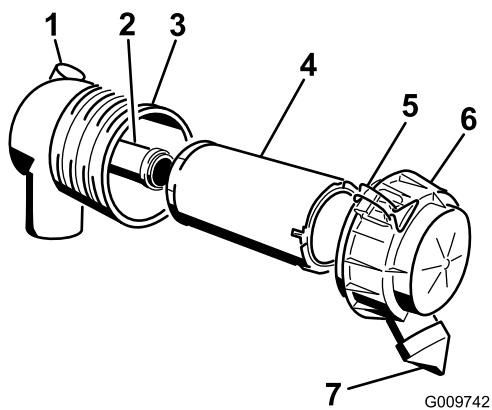

Figura 35
**Importante:** Realice el mantenimiento del filtro del limpiador de aire solo cuando el indicador de mantenimiento esté de color rojo (Figura 35). El cambiar el filtro antes de que sea necesario sólo aumenta la posibilidad de que entre suciedad en el motor al retirar el filtro.
4. Abra los cierres del limpiador de aire y tire de la tapa del limpiador de aire para separarla de la carcasa del limpiador de aire (Figura 35).
1. Extraiga con cuidado el filtro primario de la carcasa del limpiador de aire (Figura 35). Evite golpear el filtro contra el lado de la carcasa.
3. Introduzca con cuidado el filtro primario en el cuerpo del filtro (Figura 35). Asegúrese de que está bien asentado empujando sobre el borde exterior del filtro mientras lo instala.
4. Instale la tapa del limpiador de aire con el lado que lleva la palabra UP hacia arriba, y fije los cierres (Figura 35).